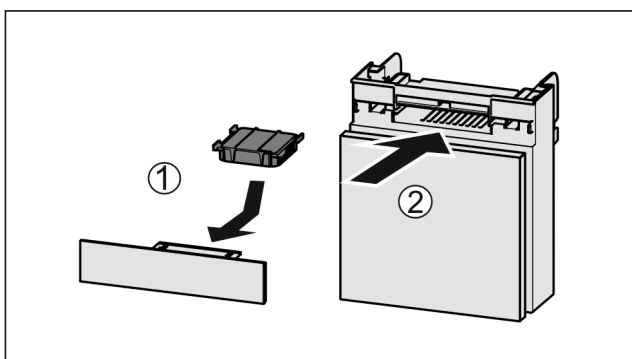

Fig. 141
- ▶ Helyezze be Fig. 141 (1) az aktívszén-szűrőt az ábrán látható módon.
- ▶ Tolja be Fig. 141 (2) a rekeszt.